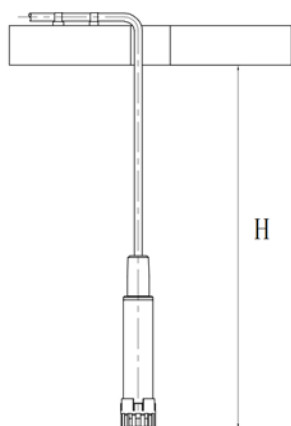

图 2
1. 如图 2，将荧光法溶氧传感器固定在浮台上，溶氧传感器凸出浮台底部的长度 H 为所测水层距离水面的距离。